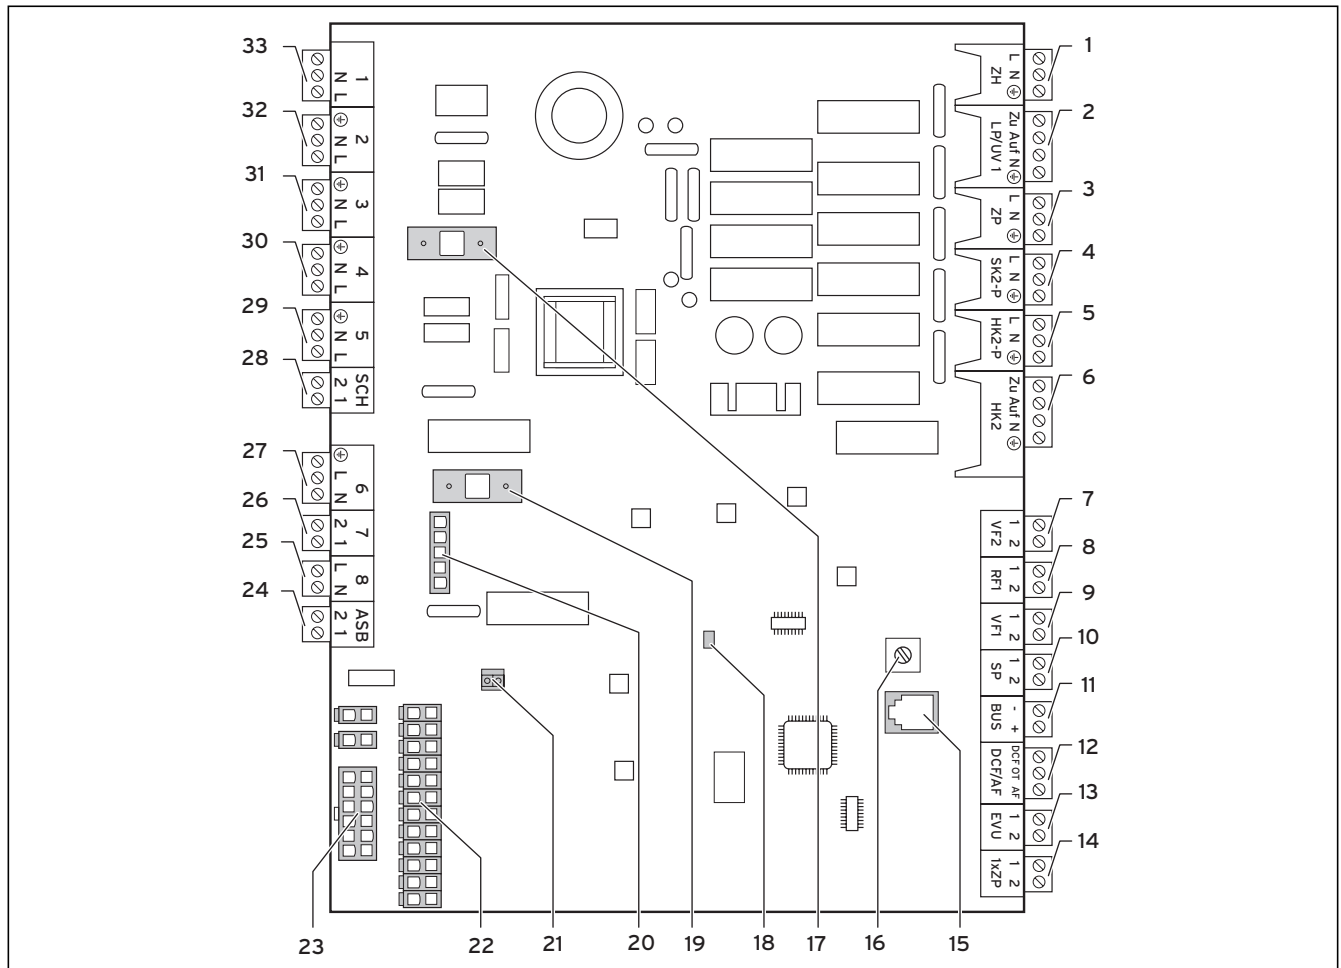

Abb. 5.6 Reglerplatine
### Legende zu Abb. 5.6
Über die Anschlussklemme „SK2-P“ (siehe Abb. 5.6, Pos. 4) können Sie Absperrventile zu Heizkreisen ansteuern, die vom Kühlbetrieb ausgenommen werden sollen (z. B. Bad).
- Anschluss jeweils an eBUS-Klemme (Abb. 5.6 Pos. 11), parallel geschaltet.